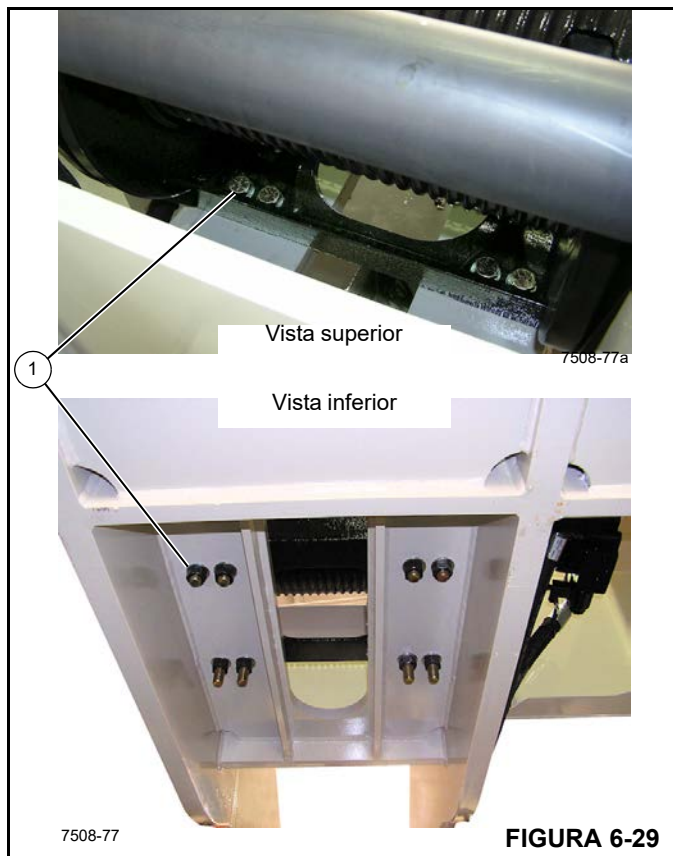

FIGURA 6-29
Apriete los ocho (8) pernos de montaje de 3/4 pulg (1, Figura 6-29) a 272 Nm (200 lb-pie).